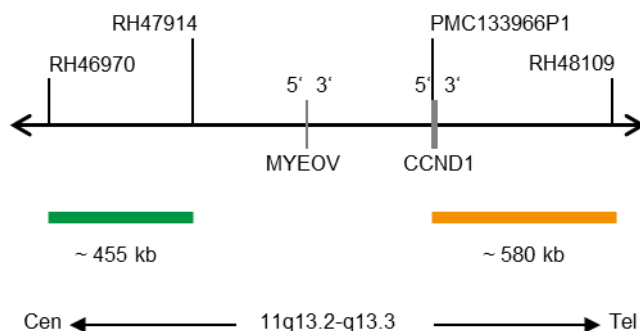

Fig. 1: SPEC CCND1 Mappa della sonda (non in scala)
- Polinucleotidi (~10 ng/ $\mu$ l) marcati con ZyGreen (eccitazione 503 nm/emissione 528 nm), le cui sequenze target mappano in 11q13.2-q13.3\* (chr11:68,249,010-68,705,283) prossimali al punto di rottura di CCND1 (vedere Fig. 1).
- Polinucleotidi (~4.5 ng/ $\mu$ l) marcati con ZyOrange (eccitazione 547 nm/emissione 572 nm), le cui sequenze target mappano in 11q13.3\* (chr11:69,453,301-70,031,240) distali al punto di rottura di CCND1 (vedere Fig. 1).